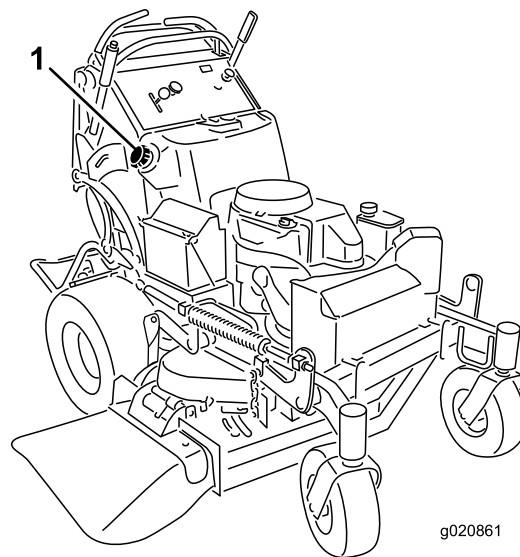

Figure 47
3. Nettoyez la surface autour du bouchon du réservoir de carburant pour éviter que des débris ne tombent à l'intérieur du réservoir (Figure 47).
6. À l'aide du siphon, vidangez le carburant dans un bidon propre (Figure 47).